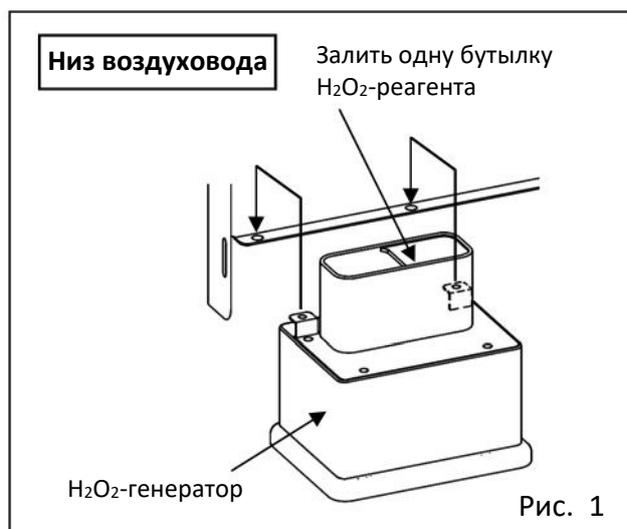

Рис. 1
5. Залейте в H2O2-генератор МСО-НР одну бутылку обеззараживающего H2O2-реагента (МСО-Н2О2) (Рис. 1).
6. Установите два штифта H2O2-генератора в два отверстия в нижней левой части воздуховода (Рис.1).